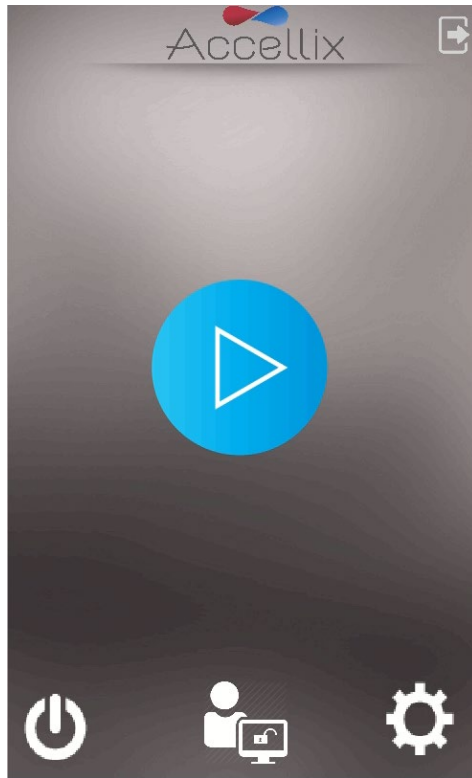

图 14：主页屏幕
轻触 **Next**（下一步）图标显示 **Home**（主页）屏幕（图 14）。
2. 确认系统已成功完成初始化，并且仪器显示器上出现 **Home**（主页）屏幕（如果启用了登录功能，则为用户登录屏幕）（图 14）。
1. 轻触 **Home**（主页）屏幕（图 14）底部中心的 **Administrator**（管理员）图标 。